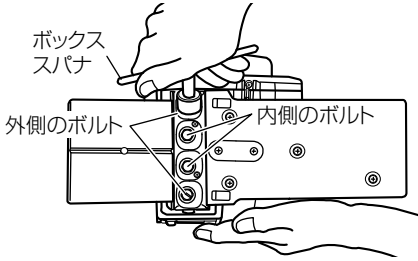

図 30
- (1) 付属のボックススパナで外側のボルト(2本)をゆるめ、つぎに、そのまま軽く締め直します。(図 30)
- (2) 内側のボルト(2本)をボックススパナでゆるめて抜き取ります。(図 30、31)